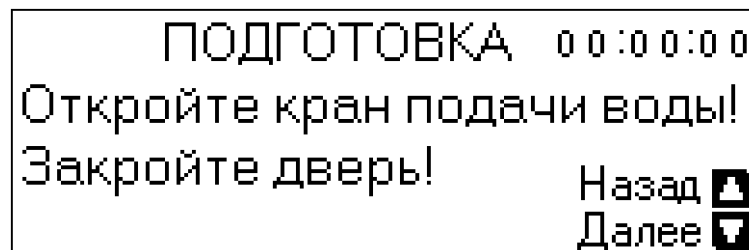

Рис. 4
7.4. На экране панели высветится экран «Подготовка» (рис. 4).
7.7. При нажатии кнопки «» Вы вернётесь на стартовый экран (рис. 4)